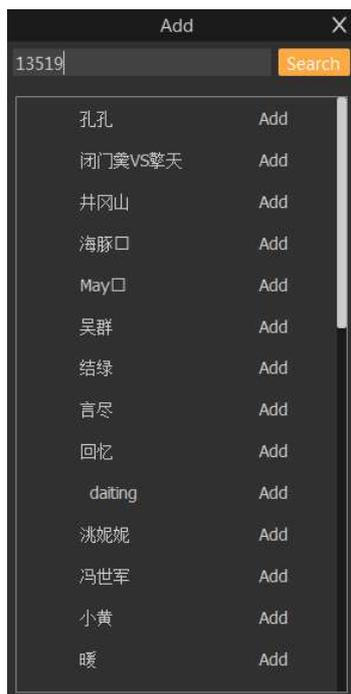
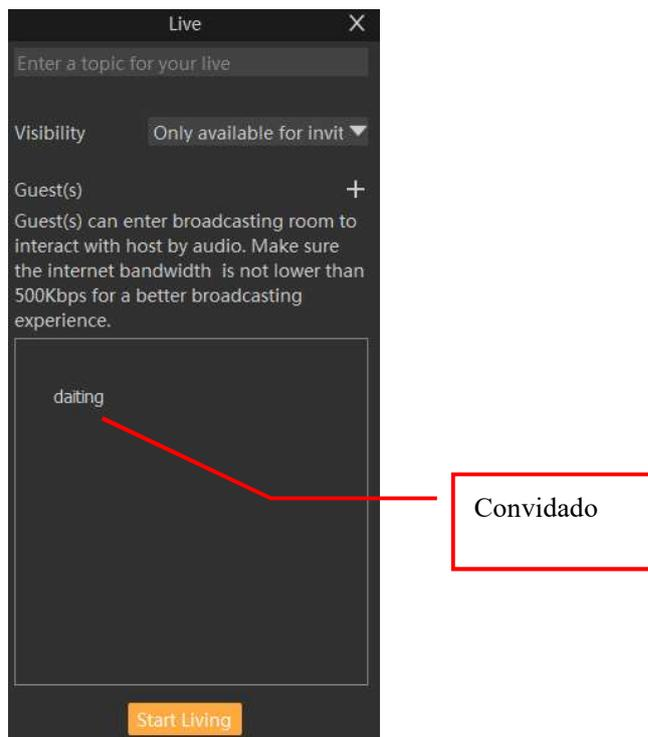

Fig. F-13 Adicionando convidados
Fig. F-14 Mostrar o convidado
- 3) Clique à direita de "**+** Convidado(s)" para abrir a página de pesquisa, como mostrado na Fig. F-13. Preencha o número de identificação ou o número de telefone celular do convidado que você deseja convidar na caixa de entrada na primeira linha e, em seguida, clique em **Pesquisar** à direita e as pessoas relevantes serão exibidas na lista abaixo. Clique **Adicionar** à direita do nome do hóspede, e o convidado será adicionado à interface de espera ao vivo, como mostrado na Fig. F-14. O VIP pode ter conversas de vídeo e áudio; e os usuários não convidados, mas têm o código de convite, podem assistir e inserir
5) Retornar à interface de espera ao vivo (Fig. F-14), e clique em "**Start Live**" para entrar na interface ao vivo, como mostrado na Fig. F-16. A interface ao vivo exibirá a tela do monitor do dispositivo de ultrassom. A câmera vem com um microfone, para que o roadcaster ao vivo e os convidados possam ter diretamente uma conversa de áudio.